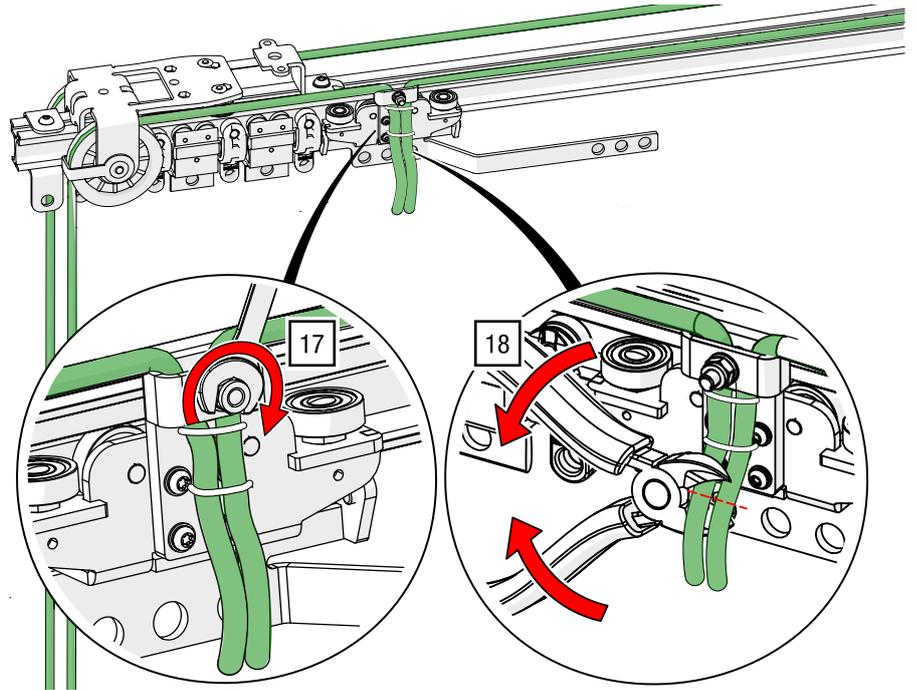

Abb. 83: Seitliche Seilführung – Seilenden befestigen, beschneiden und veröden
17. Verkleben Sie beide Seilenden im zweiten Zugwagen mit einem Gabelschlüssel SW 10 bei 11 Nm und binden Sie diese mit zwei Kabelbindern zusammen (siehe Abb. 83).
18. Schneiden Sie die Seilenden mit einem Seitenschneider ab und veröden Sie die Schnittfläche (siehe Abb. 83).